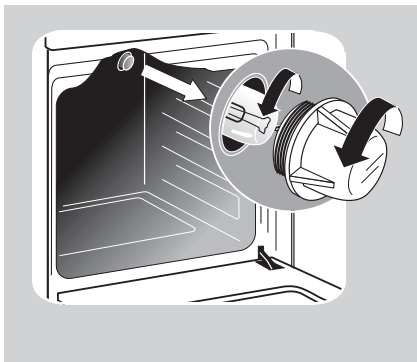

Рис. 20
- Отверните стеклянный плафон (рис.20).